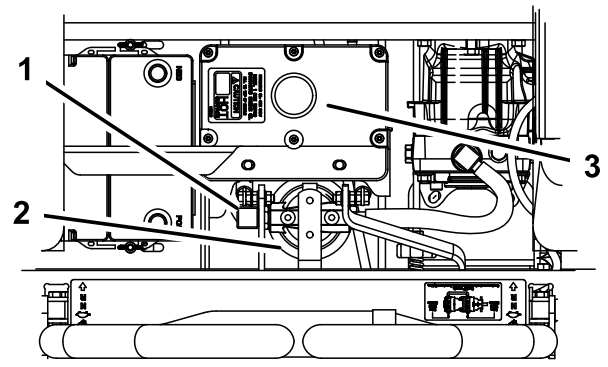

Figure 96
4. Débranchez la conduite hydraulique droite qui est raccordée à l'adaptateur (Figure 96).
6. Rebranchez la conduite hydraulique droite à l'adaptateur (Figure 96).
7. Appliquez une fine couche d'huile propre sur le joint en caoutchouc du filtre de rechange (Figure 96).
9. Remplissez le réservoir hydraulique jusqu'à ce que le liquide déborde du filtre. Tournez alors le filtre dans le sens horaire jusqu'à ce que le joint en caoutchouc vienne toucher l'adaptateur du filtre. Serrez ensuite le filtre de 1/2 tour supplémentaire (Figure 96).